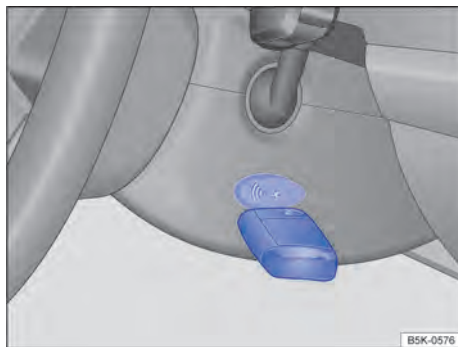

Fig. 88 A la derecha en la columna de dirección: función de arranque de emergencia en vehículos con sistema de bloqueo y de arranque Keyless Access sin llave.
- Mantener la llave del vehículo directamente después de presionar el pulsador de encendido y arranque a la derecha de la columna de dirección → fig. 88.